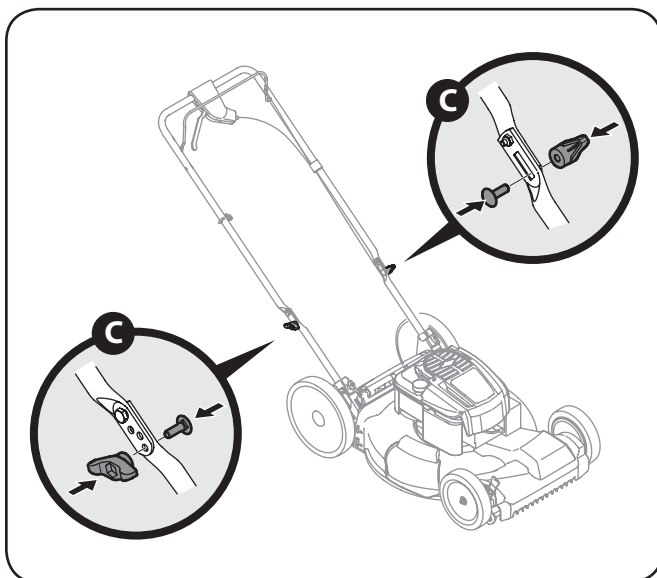

Figure 3-5
- c. Vuelva a colocar tuercas y pernos de transporte retirarse antes en una reducción de los agujeros de la manija como se muestra en Figure 3-5.